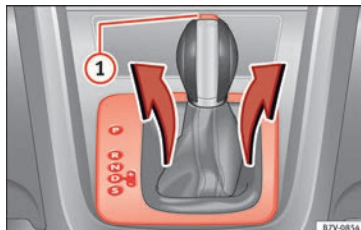

Fig. 50 Démontez le revêtement du champ d'indication des vitesses.
- Tirez le cache vers le haut au niveau du soufflet du levier sélecteur »» fig. 50.
- Appuyez sur la touche de blocage »» fig. 50
① sur le pommeau du levier sélecteur et placez le levier sur la position **N**.